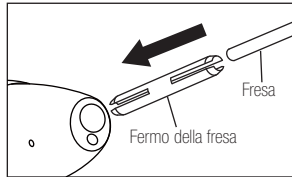

Fig. 2
- 2) Inserire nel mandrino il fermo per la fresa fornito. (Fig. 2)